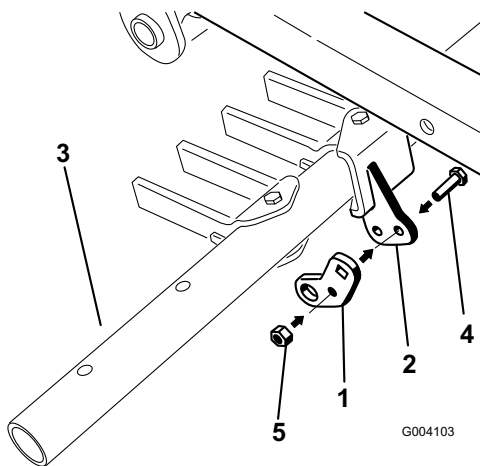

Bild 13
2. Befestigen Sie das mittlere Loch an der Schwenklasche mit einer Schraube (5/16 x 1 Zoll) und Sicherungsmutter (5/16 Zoll) an der Schwenkhalterung an der Werkzeuggestange (Bild 13).
3. Ziehen Sie die mittlere Schwenkschraube (Punkt 4 in Bild 13) auf 20 bis 25 Nm an.